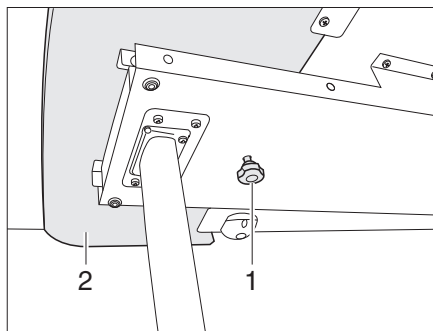
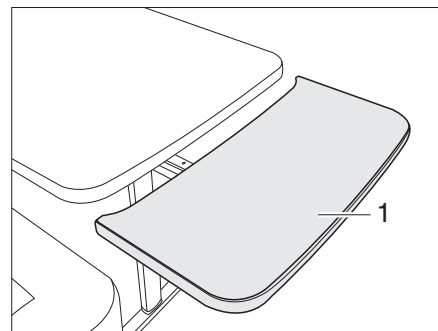

Bild 94 Bordsförlängningens lås
Bild 95 Bordsförlängning
- Lossa den räfflade skruven (Bild 94,1).
- Drag ut bordsförlängningen (Bild 94,2) till stoppläget (Bild 95).
- Sväng upp bordsförlängningen (Bild 95,1). Bordsförlängningen ligger kant i kant med bordsskivan.
- Dra bort bordsförlängningen (Bild 95,1) från bordsskivan (till stoppläget). Tryck förlängningen nedåt mot hållfjädrarnas motstånd. Bordsförlängningen svängs ned (Bild 95).
- Drag åt den räfflade skruven (Bild 94,1).